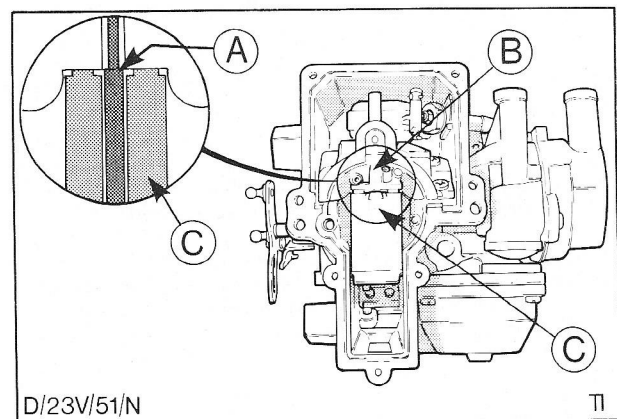

Fig. 56 Afstelling van hoofdregelnaald.
20. Schuif de hoofdregelnaald uiterst voorzichtig op zijn plaats en draai de naald, terwijl de luchtklep is gesloten, zover naar binnen tot de schouder gelijkligt met de verticale zijde van het hoofdsproeierhuis; Fig. 56.